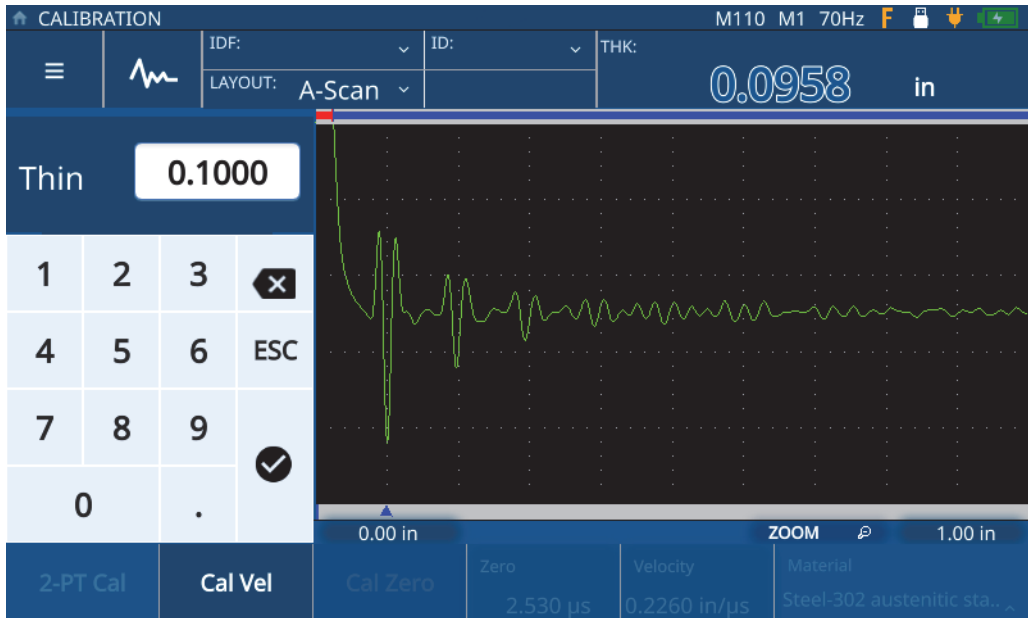

Figura 5-6 Inserimento dello spessore del campione
5. Toccare il valore **Thin** (sottile) per inserire la modalità **Edit** (modificare) e inserire lo spessore del campione (vedi Figura 5-6 a pagina 49).